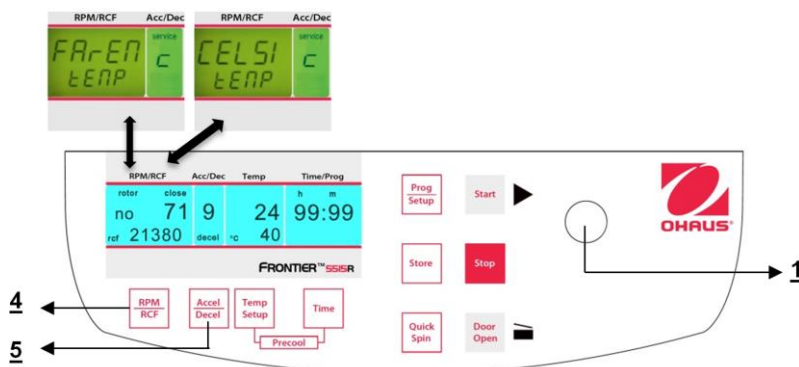

Figura 31
Proceda como se describe en el punto 4.1.1 para ingresar en este modo de programa y luego presione el botón **"Accel/Decel"** (5). En la pantalla **"Acc/Dec"** (A-2) aparece la palabra **"Service"**. Ahora seleccione la letra **"C"** con la perilla de ajuste (1). Como resultado, en la pantalla **"RPM | RCF"** (A-1) aparecen las palabras **"CELSI/temp"**. Si presiona el botón **"RPM | RCF"** (4), la palabra **"CELSI"** destella y puede cambiar la pantalla a Fahrenheit **"FAREN"** con la perilla de ajuste (1) (vea la Figura 31).